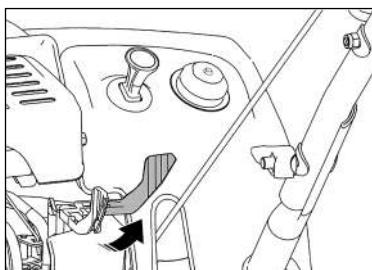

Рис. 10
- Переведите рукоятку воздушной заслонки в положение «Закрыто» (рис. 10).